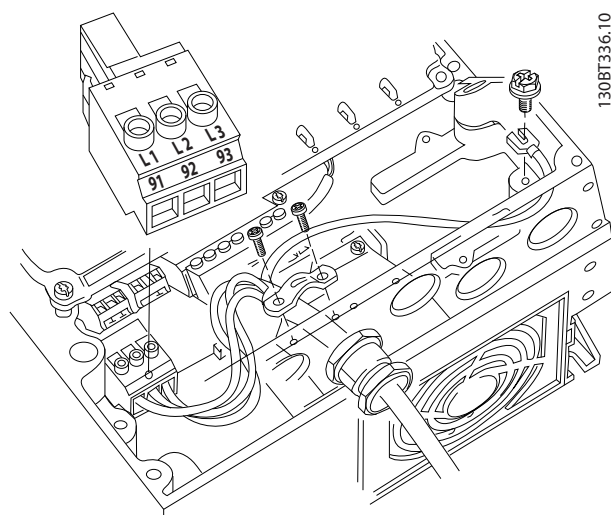

図 2.16 交流主電源への接続
- 3 相交流入力電力のワイヤを端子 L1、L2、L3 に接続します（図 2.16 を参照）。